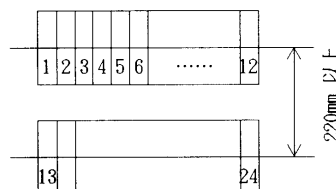

図2
- ② 縦並べする時はユニット間距離を 220mm 以上あけて下さい。又、上・下の開口部は塞がないようにして下さい。(図2参照)